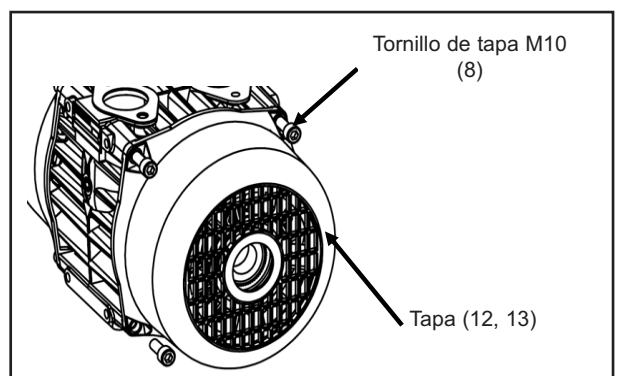

Figura 29
7. Coloque las dos tapas (12 y 13) en los ventiladores con los tornillos de tapa M10 (8). Apriete los tornillos de tapa con un par de 26 lbs ft (35 N.m) ; ver la figura 29.